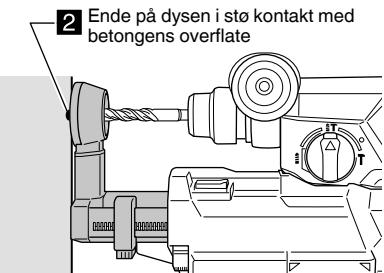

Fig. 11
(2) Løsn dysen og la den få stødig kontakt med betongens overflate. (Fig. 11)